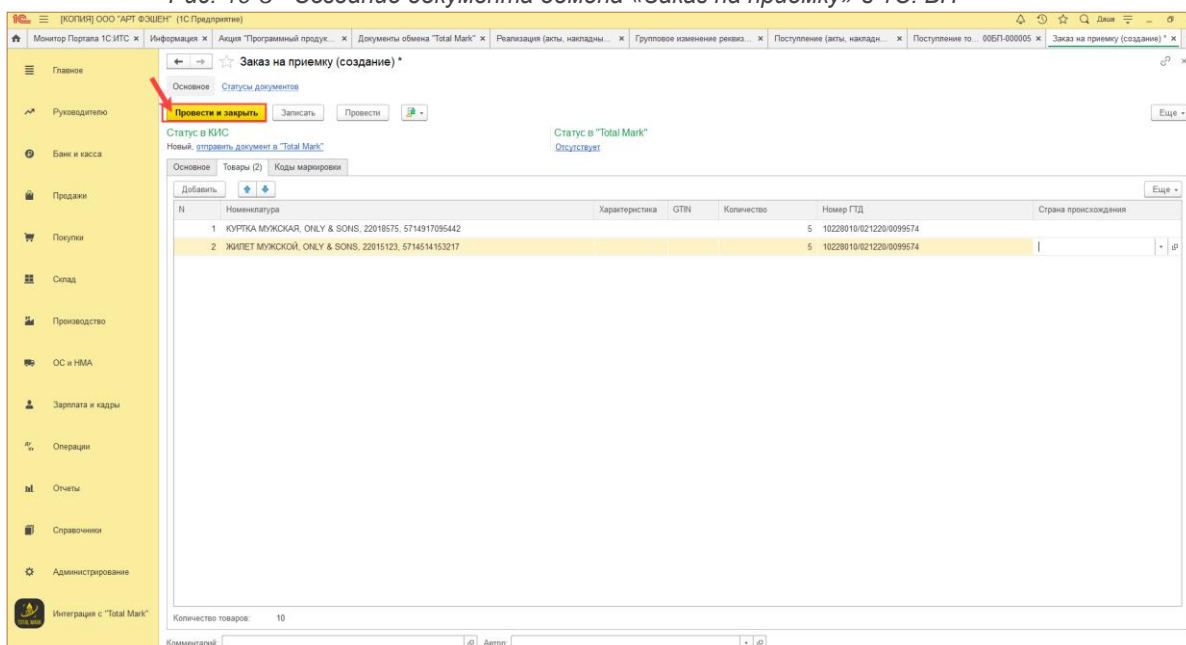

Рис. 10-4 - Создание документа обмена «Заказ на приемку» в 1С: БП
- 2.4. Требуется провести и закрыть Заказ на приемку (Рис. 10-4). Чтобы заказ на приемку был успешно отправлен в Total Mark необходимо, чтобы все данные, указанные в Заказе должны также быть опубликованы в 1С: TotalMark (Организация, Склад, Номенклатура сопоставлена);